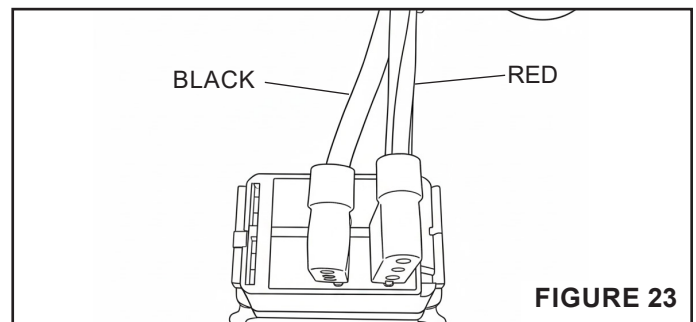

FIGURE 23
ÉTAPE 23 : (VOIR FIGURE 23)
- Branchez les connecteurs femelles du faisceau de câbles (FF) aux bornes mâles de l'interrupteur (U). Le fil noir se branche à la borne intérieure et le fil rouge et noir à la borne extérieure.
- Faites passer l'autre bout du faisceau de câbles (FF) vers la batterie.
- Branchez les bornes du faisceau de câbles de la batterie (EE) à la batterie de la tondeuse (branchez le fil rouge à la borne positive et le fil noir à la borne négative).
- Branchez le faisceau de câbles (FF) dans le faisceau de câbles de la batterie (EE).